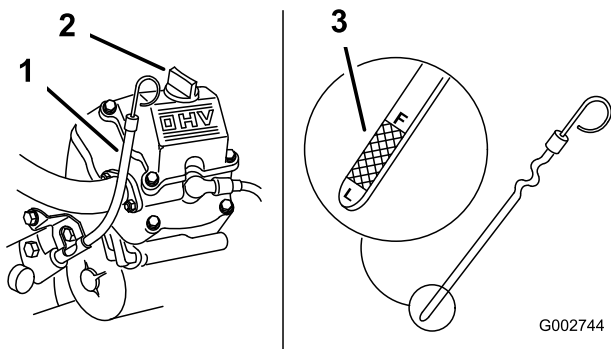

Figura 40
9. Vierta lentamente un 80% aproximadamente de la cantidad especificada de aceite por el tubo de llenado (Figura 40).